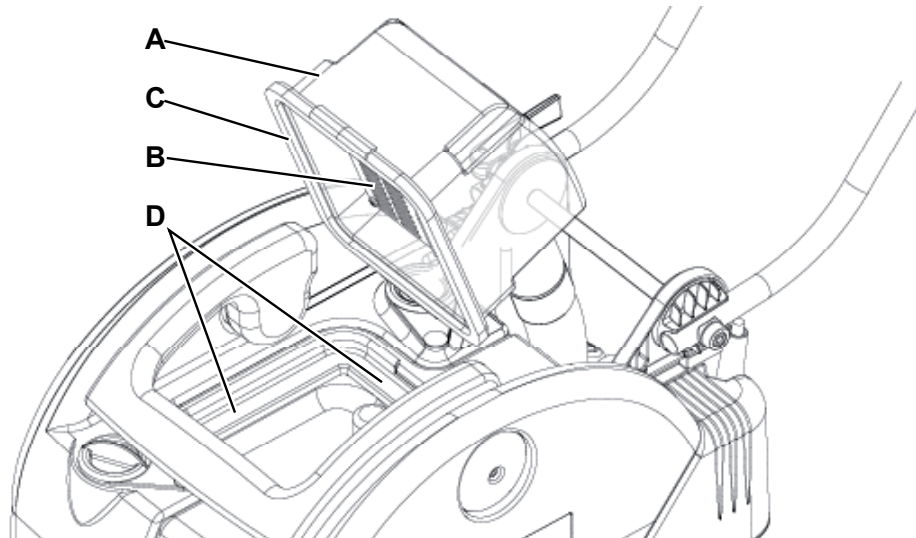

Abbildung 3
2. Überprüfen, ob das Netzkabel (10) vom Stromnetz getrennt ist.
3. Durchsichtigen Deckel (A, Abb. 3) anheben und sorgfältig reinigen.
4. Ansauggitter (B) sorgfältig abspülen und reinigen. Falls erforderlich, Leitungen (20 und 21) trennen.
5. Überprüfen, ob die Dichtung (C) des durchsichtigen Deckels unversehrt ist.